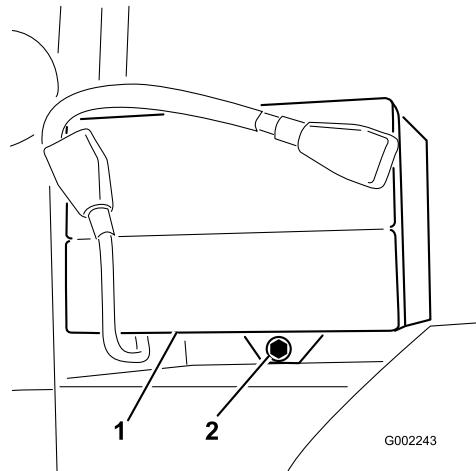

図 47
2. バッテリー・リテーナと固定金具を外す（図 47）。
3. バッテリー押さえを元通りに取り付ける（図 47）。